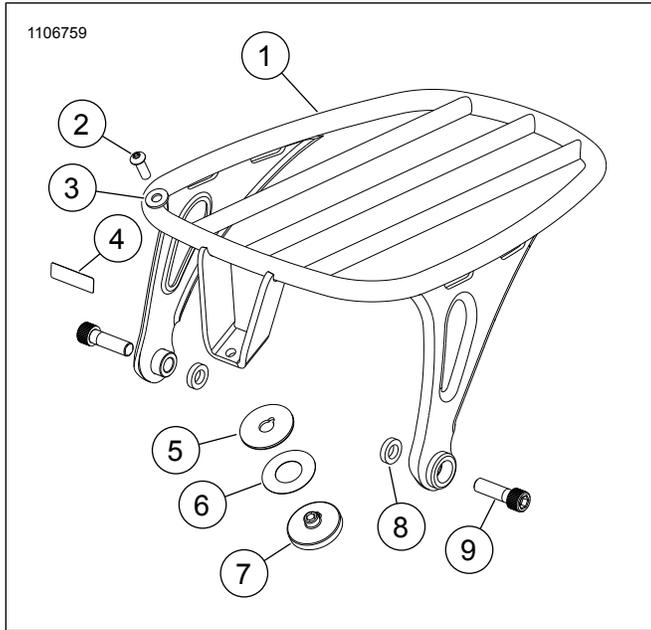
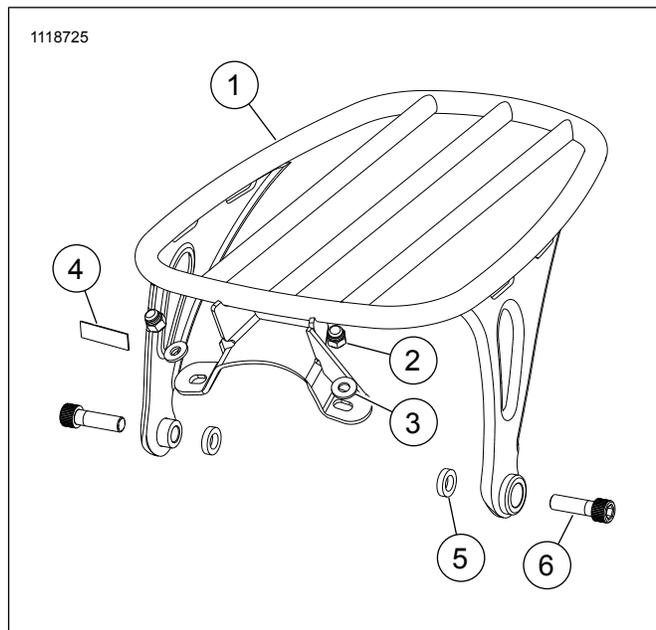

Figura 7. Kit 50300120
Figura 8. Kit 50300154/156
Vedere Figura 7, Figura 8 e Fare riferimento alla tabella 1.
- Vedere Figura 7. Installare il distanziale di ancoraggio (8) tra il parafango e l'attacco del parafango, quindi fissarlo con la vite ad esagono incassato.
12. Vedere Figura 7. Serrare la vite (2).
- g. Vedere Figura 8. Installare il distanziale di ancoraggio (5) tra il parafango e l'attacco del parafango, quindi fissarlo con la vite ad esagono incassato.
4. Serrare i dadi (2).